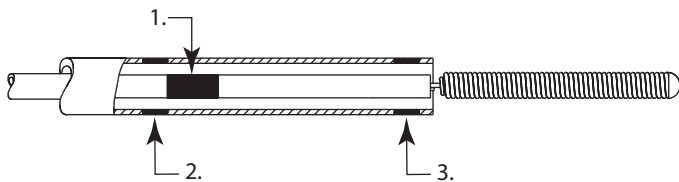

Figura 2
- Continuar a avançar a Espiral Destacável AXIUM™ até que o marcador de alinhamento da espiral do introdutor do implante fique imediatamente distal ao marcador proximal do microcateter (Ver Figura 2).